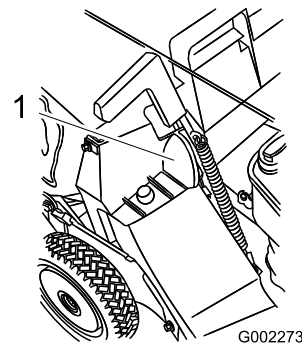

Figure 27
6. Tirez la poignée du volet d'éjection vers l'avant pour dégager l'ergot de l'encoche du bac, puis repoussez la poignée vers l'arrière pour bloquer l'ergot dans l'encoche du bac (Figure 27).